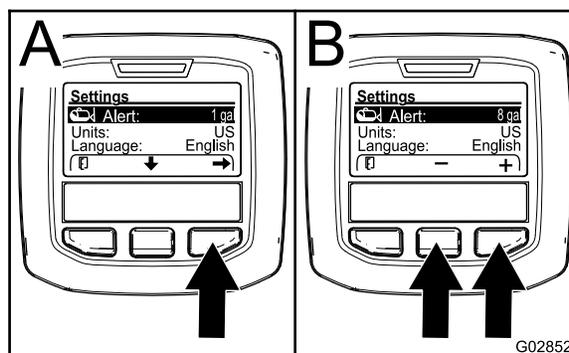

图8
1. 按中间选择按钮可高亮显示提醒设置图8。
2. 按右侧选择按钮图8。
3. 使用中间或右侧选择按钮输入打药车操作过程中提醒显示所需的药缸最低液量图8。